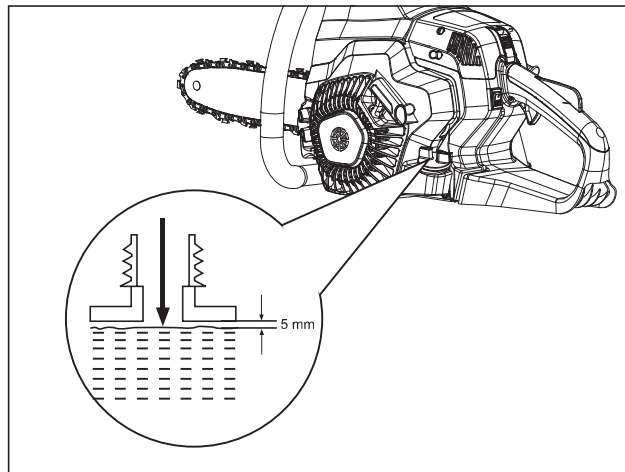

Fig. 3
3. No llene por encima del límite y deje un espacio de 0.20 pul. (5 mm) aproximadamente entre la parte superior del aceite y el borde interno del depósito para permitir la expansión (Fig. 3).